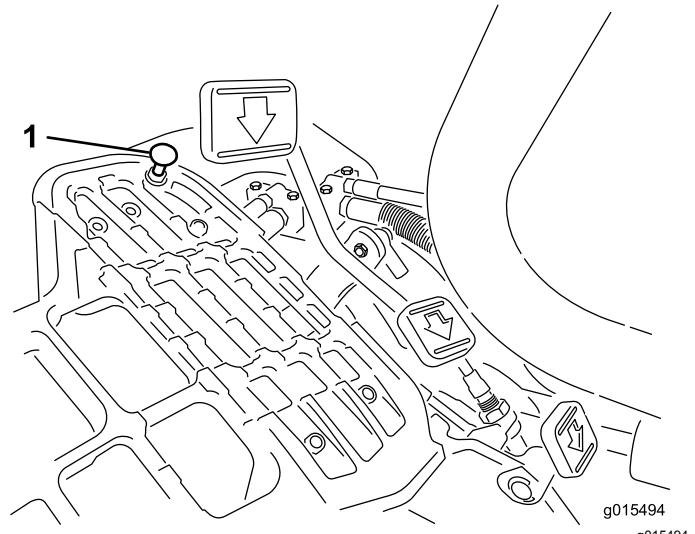

Bild 36
Stellen Sie den Funktionsschalthebel in die TRANSPORT-Stellung und treten Sie auf das Fahrpedal, um die maximale Transportgeschwindigkeit zu erreichen. Wenn das Pedal den Anschlag erreicht (Bild 36), bevor das Kabel gespannt ist, führen Sie folgende Einstellungsschritte aus:
- Stellen Sie den Funktionsschalthebel in die TRANSPORT-Stellung lösen Sie die Sicherungsmutter, mit der der Pedalanschlag an der Bodenplatte befestigt ist (Bild 36).